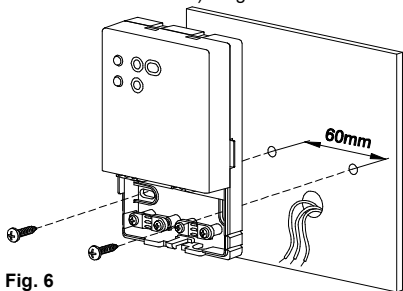

Fig. 6
- 5 Fissare la piastra alla parete tramite le due sedi per viti con interasse 60 mm (utilizzare le viti e/o i tasselli in dotazione) - Fig. 6.